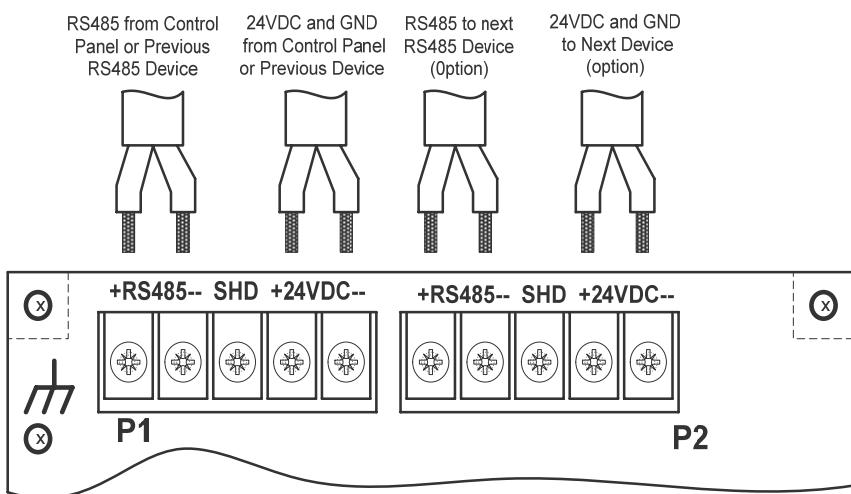
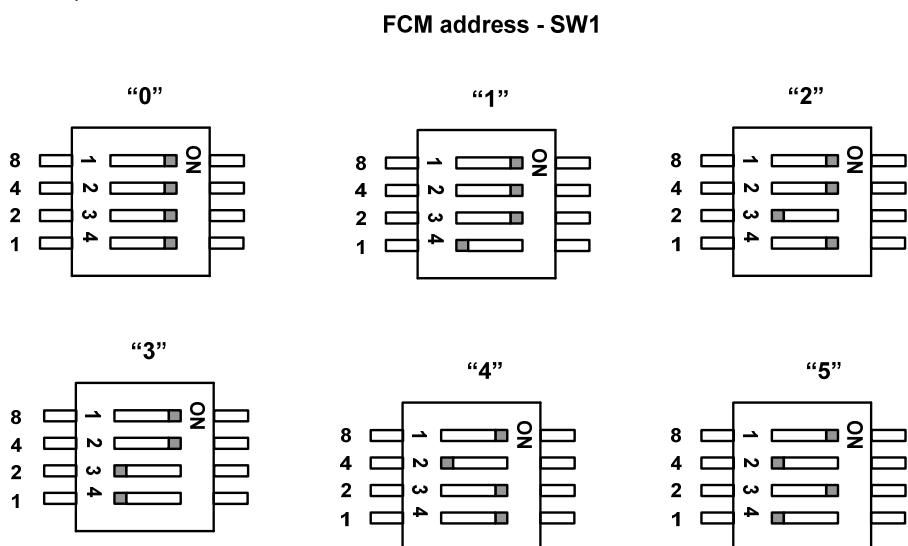

Рис.4. Подключение питания и RS485 сети.
Рис.6 Установка адреса модуля.
- Подключить питание и RS485 сеть монтируемого модуля к установленному ранее согласно Рис.4.
Подключить питание и RS485 сеть к терминалам блоков P1 или P2 согласно Рис.4. Одноименные контакты блоков P1 и P2 закорочены, поэтому предварительное удаленное устройство и последующее может быть подключены к разным терминальным блокам. С помощью переключателя SW2 установить адрес модуля согласно Рис.6. Если данный модуль подключен последним на линии RS485 необходимо переключатель SW1 (№ 1 и 2) установить в положение ON согласно Рис .5. С помощью этого же переключателя (№ 4) установить режим работы шлейфов А ("кольцо") или В ("радиус").